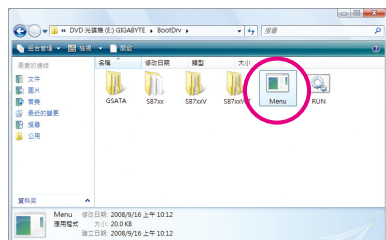
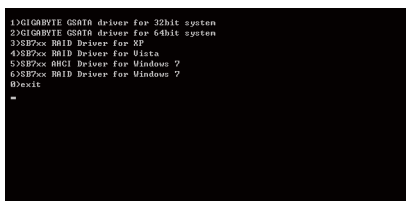

图2
图3
- 2: 进入光盘中「BootDrv」文件夹，双击「Menu.exe」文件(图2)后会出现「命令提示字符」画面，内含如图3的控制器选单。
- 3: 放入空白软盘。按下SATA控制器驱动程序代码后再按<Enter>键。以图3的选单为例，若要安装Windows操作系统到AHCI或RAID SATA硬盘，请选择「3) SB7xx RAID Driver for Vista」。